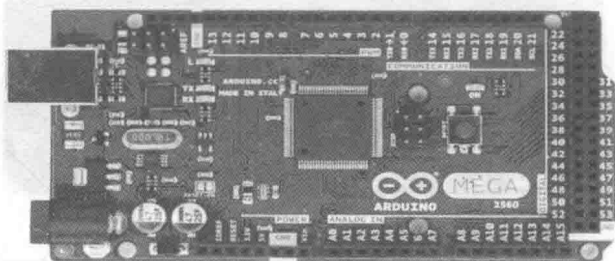

图 1-8 Arduino Mega2560
(8) Arduino Mega2560 (见图 1-8)。Arduino Mega2560 配有 54 路数字输入/输出引脚 (其中 15 路可用于 PWM 输出)、16 路模拟输入、4 个 UART (硬件串行端口)、1 个 16MHz 晶体振荡器、1 个 USB 接口、1 个电源插座、1 个 ICSP 接头和 1 个复位按钮。用户只需使用 USB 线将 Mega2560 连接到计算机, 并使用交流-直流适配器或电池提供电力, 即可启动 Mega2560。